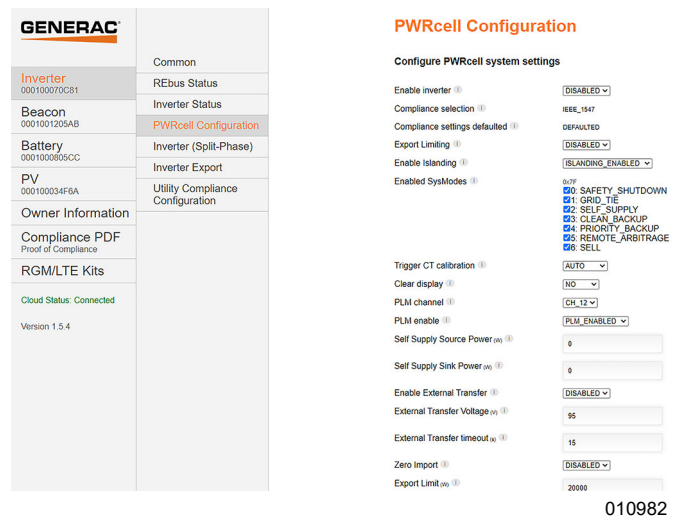

Figure 6-29. Configuration PWRcell
3. Voir Figure 6-29. Pour modifier un paramètre, cliquer dessus, effectuer le changement souhaité, puis cliquer sur Submit (Soumettre). Les modifications effectuées ne sont pas mises en œuvre tant qu'on n'a pas sélectionné Submit pour finir.